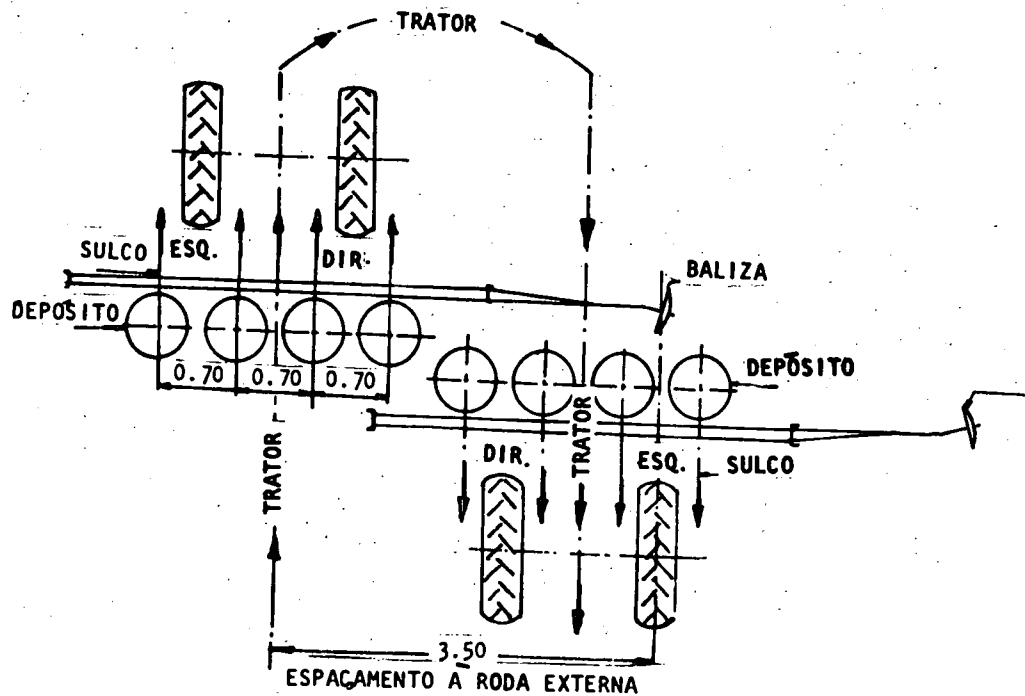

Fig. 8
- Deve ser igual a cinco vezes a distância entre sulcos (fig. 8), para se marcar a roda exterior.